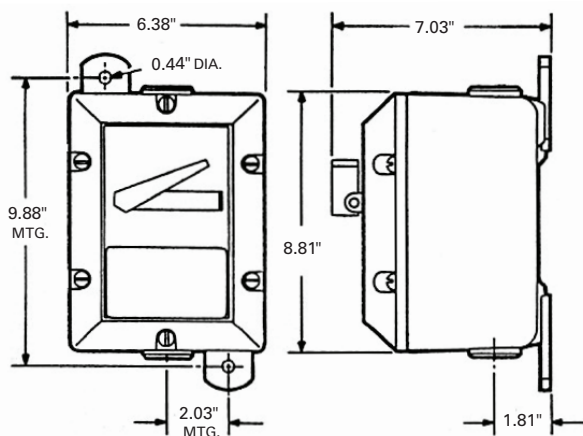

Figure 1. Dimensions
1. Sélectionner un point de montage offrant une résistance et une rigidité adéquates pour supporter tous les câbles et dispositifs de commande. La Figure 1 indique les dimensions pour le montage des boîtiers de la série EMN. Percer deux trous de 0.44 po (7/16") pour le montage.